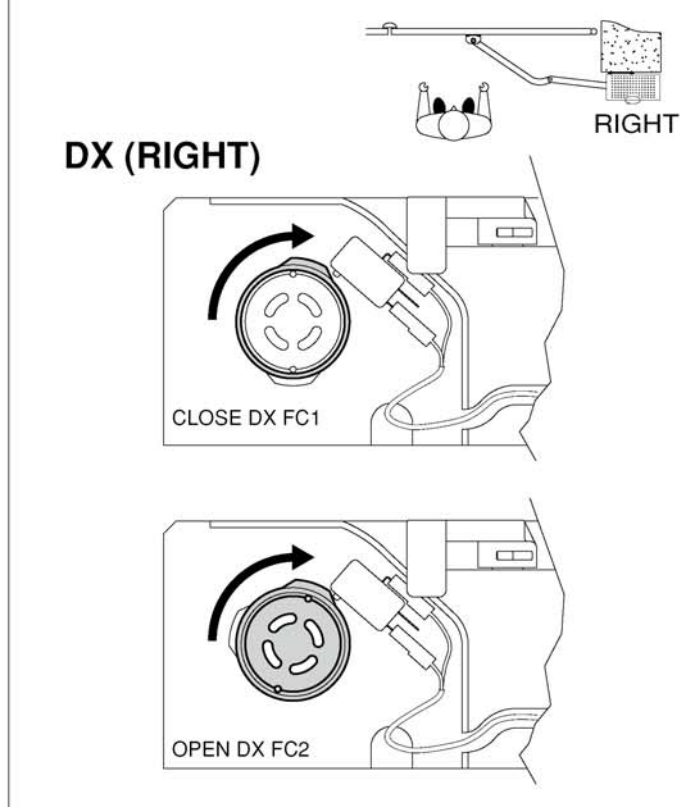

Fig. 15
10) OTWIERANIE AWARYJNE (rys. 15)